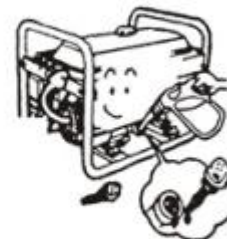

Рис. 12
5.1.4 Закрутити назад ковпачок масляного патрубку та затягніть його добре (Рис. 12).